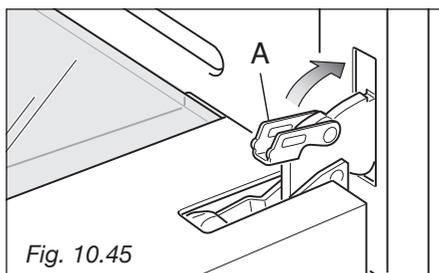

Fig. 10.45
- Sbloccare la porta del forno aprendola completamente e chiudendo la levetta **A** delle cerniere destra e sinistra (fig. 10.45).